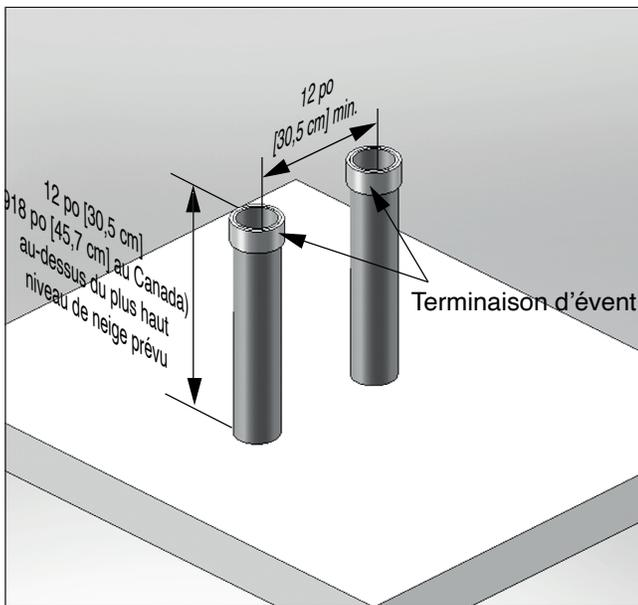
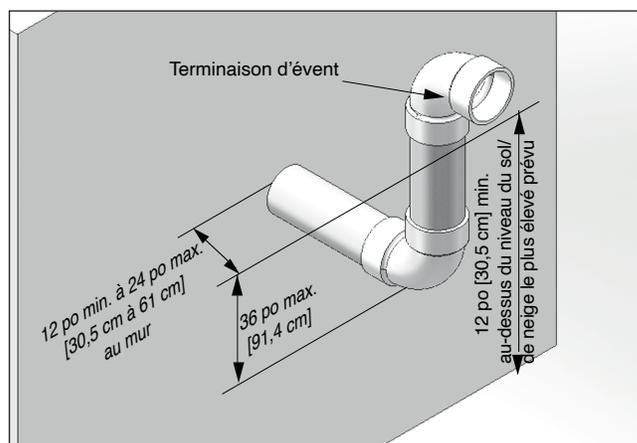

Fig. 17 - Catégorie IV - Terminaison verticale de plusieurs chaudières INSTINCT
Fig. 19 - Catégorie - IV - Terminaison périscopique murale du tuyau d'évent
2. Chaque terminaison d'évent doit être à un minimum de distance de 12 po [30,5 cm] de la terminaison adjacente, dans le cas des installations aux États-Unis, comme illustré à la **fig. 17 ci-dessous**. Pour les installations au Canada, fournissez les dégagements exigés par la norme CAN/CSA B149.1.
- À l'aide d'un coude de 90°, comme l'illustre la **fig. 19**.
3. Localisez la pénétration du tuyau d'évent de manière à créer les dégagements décrits à la *Fig. 17 en page 26* et à la *Fig. 19 en page 27*.
- À l'aide d'un coude de 90°, comme l'illustre la *Fig. 19 en page 27*.
**N'allongez pas le tuyau d'évent à l'extérieur du mur latéral, au-delà des dimensions illustrées dans la *Fig. 17 en page 26* et la *Fig. 19 en page 27*. L'exposition prolongée du tuyau d'évent pourrait causer le gel du condensat et bloquer le tuyau d'évent, entraînant des dommages matériels substantiels, des blessures graves ou la mort.**
- La *fig. 19* illustre une option de terminaisons d'évent pour plusieurs chaudières INSTINCT. L'une ou l'autre option de terminaison illustrée à la *Fig. 17 en page 26* ou à la *Fig. 19 en page 27* peut être utilisée pour les installations de plusieurs chaudières INSTINCT. La distance minimale de 12 po [30,5 cm] entre les lignes centrales de la tuyauterie d'évent doit être maintenue peu importe l'option choisie.
- Consultez la *Fig. 17 en page 26* et la *Fig. 19 en page 27* pour connaître les dimensions de terminaison d'évent pour chaque unité installée dans le cadre d'une installation multiple.